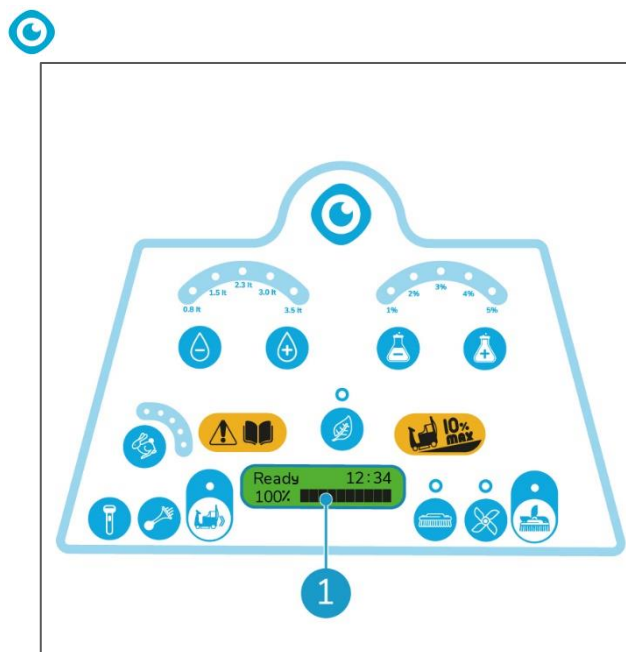

Figura 17
8. Aspettare qualche secondo. Lo schermo dovrebbe indicare il 100% e tutte le 10 barre dello schermo del livello della batteria dovrebbero essere visibili (Figura 17, pos 1).